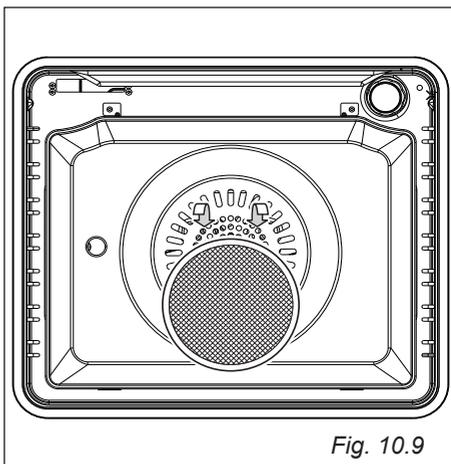

Fig. 10.9
- Existe una placa especial en la parte posterior del horno para atrapar las partículas de grasa, sobre todo cuando se asa la carne. Inserte el filtro de grasa en la parte posterior del horno como muestra la fig. 10.9.